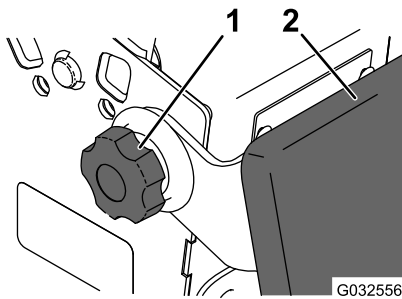

Figure 28
2. Desserrez les mollettes de chaque côté de la machine (Figure 28).